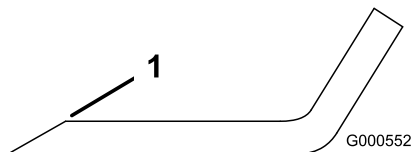

Figura 77
1. Utilize uma lima para afiar aresta de corte em ambas as extremidades da lâmina (Figura 77).
**Nota:** Se lâmina não estiver equilibrada, lime algum metal da extremidade da aba apenas (Figura 77).